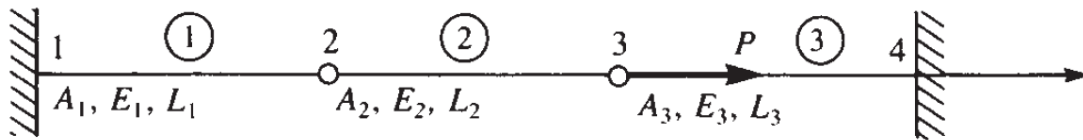

Figure. P3-1
- a) Calcul la matrice de rigidité globale $[K]$ de l'assemblage représenté sur la figure P3-1. Notez que $[K]$ devrait être en termes $A_1, A_2, A_3, E_1, E_2, E_3, L_1, L_2$ et L_3 .